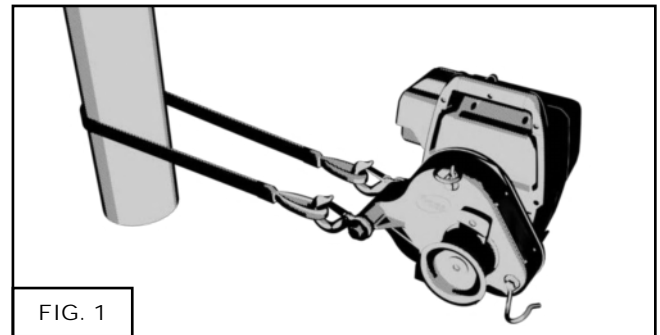

FIG. 1
Selv om en enkel knute noen ganger kan være tilstrekkelig, anbefaler vi at du bruker en pålestikk (fig. 1).
Vinsjen leveres med en 2 meter lang polyesterslynge. Forankre vinsjen, vikle den rundt forankringspunktet med slyngen. Sett hver ende av slyngen i hver av de to krokene på baksiden av vinsjen (fig. 1).
- 1) Fig. 1, nr. 1: Bruk en pålestikk for å knytte de to linene sammen.
- 2) Fig. 1, nr. 2: Tillat ca. 1 m (3') line for å overskride knuten på linen som trekker lasten. Denne lengden på linen vil bli brukt til å trekke når knuten er knytt opp.